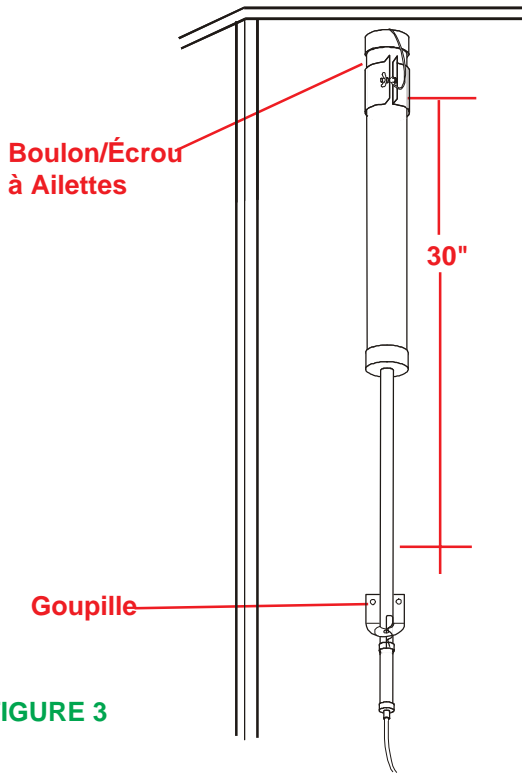

FIGURE 3
**Étape 3.** Placer le tube de l'antenne dans la fixation et insérer le boulon au travers de la fixation et de la courroie du capuchon de plastique (Figure 3). Serrer avec l'écrou à ailettes.
**Étape 4.** Fixer la fixation inférieure à 30" de la fixation supérieure à l'aide des vis fournies. Figure 3.